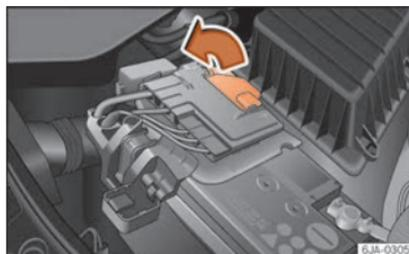

Fig. 248 Batteria: apertura del vano.
- Sollevare la copertura della batteria seguendo la direzione indicata dalla freccia **»» fig. 248.**